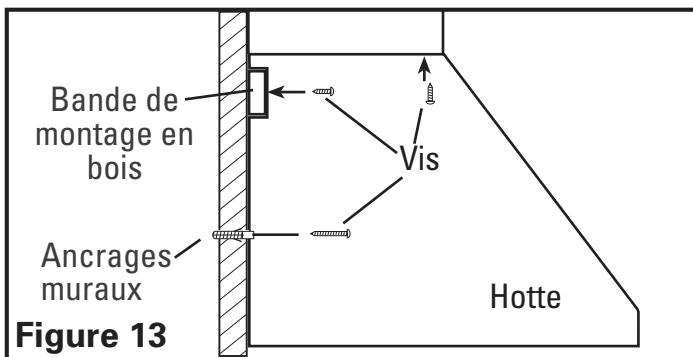

Figure 13
5. Faire reposer la cavité sur le côté arrière de la hotte sur la bande de bois et fixer à la bande de bois avec les vis de 1,9 cm comprises au travers des trous dans l'arrière de la hotte qui s'alignent avec la bande de bois (utiliser les 6 vis pour les largeurs de 76,2 et de 91,4 cm et 8 vis pour les largeurs supérieures). Fixer le bas de la hotte en installant les vis fournies avec les ancrages muraux (Figure 13).
6. De l'intérieur du couvert de la hotte, fixez la hotte sur le dessous de l'armoire en utilisant quatre vis à bois (non-comprises) dans les trous en poire de la hotte (Figure 13).